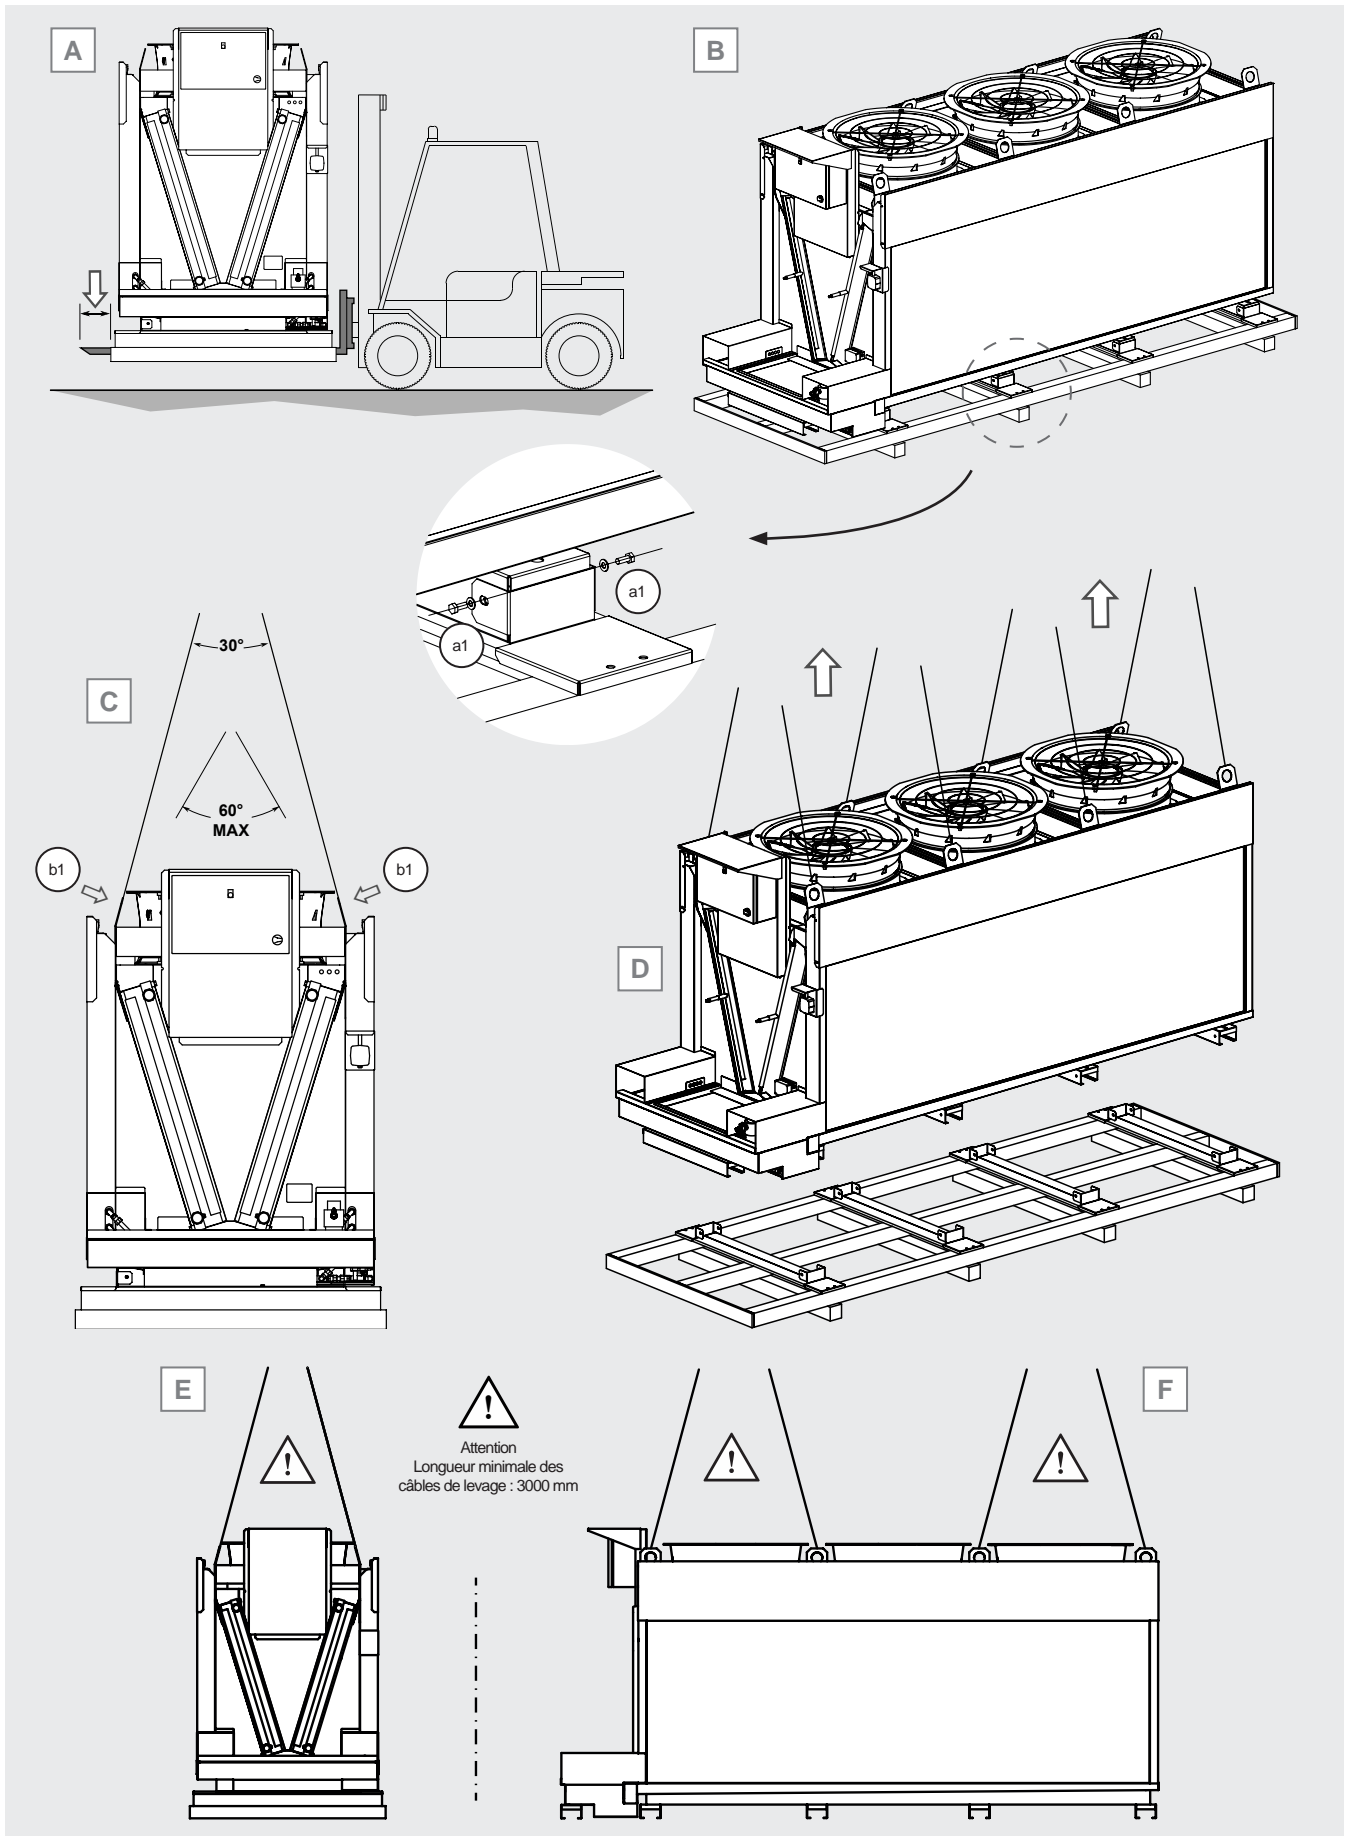

Figure 5
- 5.2 Pour le chargement-déchargement depuis le moyen de transport avec un chariot élévateur, les supports de levage doivent être plus longs que la profondeur de l'emballage et/ou du modèle, voir la Figure 5 A.
- 5.3 Pour le chargement et le déchargement depuis le moyen de transport à l'aide d'une grue ou d'un pont roulant, accrocher la grue ou le pont roulant aux points de levage conformément au Tableau 2. Voir la Figure 5 C. Il convient de noter que, pour faciliter uniquement les opérations de chargement et de déchargement depuis le moyen de transport, il est également possible d'utiliser seulement 4 points de levage.
- 5.4 Pour le retrait de la palette, avant l'installation du modèle, dévisser les vis (a1) qui fixent les supports du modèle à la palette de transport, voir la Figure 5 B;
- 5.6.1 Accrocher la grue ou le pont roulant aux points de levage (b1), voir la Figure 5 C ;
- 5.6.2 Soulever le modèle et le positionner à son emplacement final. Utiliser tous les points de levage. Voir la Figure 5 D.
Pour le chargement et le déchargement du modèle depuis le moyen de transport, ainsi que pour sa manutention, il est nécessaire d'utiliser des câbles de levage et des palonniers. Il est possible d'utiliser des palonniers aussi bien dans le sens longitudinal que transversal ; voir les Figure 5 E et F.